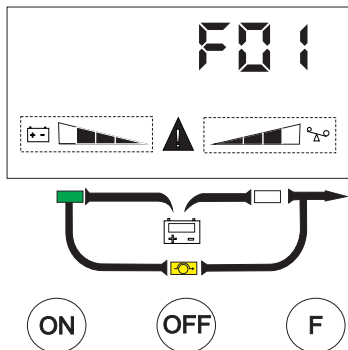

Figura 15
Caso ocorra uma falha no UPS, este entrará em modo de operação de falha, neste momento, o ícone de advertência aparece no visor, o buzzer emite sinais sonoros contínuos e o display mostra o código de falha ocorrido (consulte o item 12), o exemplo da exibição que aparece no display é mostrado na figura 15, o usuário pode trocar a visualização do display pressionando o botão "F".(OBS.: O UPS continua operando em modo falha).